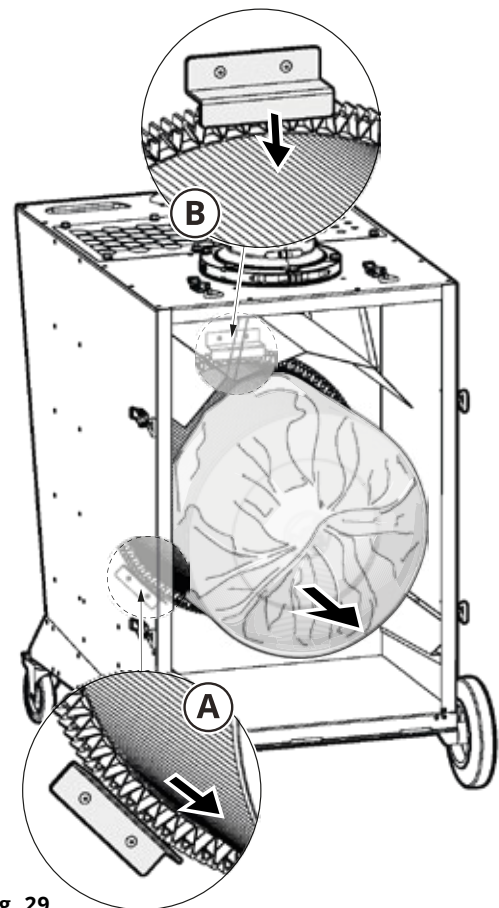

Fig. 29
7. Den Filter mit dem Filterbeutel herausheben (**Fig. 29**) und mit der Filterstirnseite nach unten auf den Boden stellen.